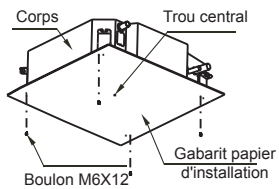

Fig. 5-8
- 2 Une fois le corps installé, attacher le gabarit papier d'installation sur le climatiseur avec les boulons (M6x12) pour déterminer en avance les tailles et les positions des ouvertures des trous sur le plafond.(se référer à la fig.5-8)